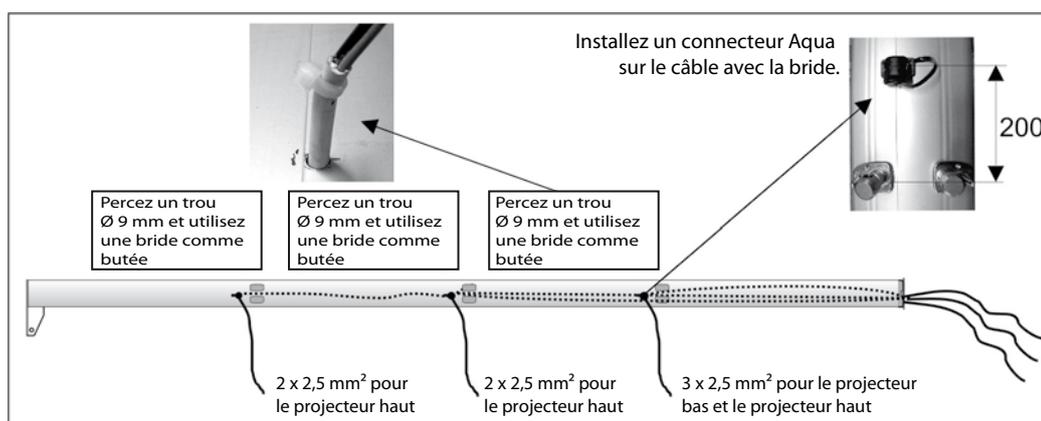

Fig. 2.
5. Passez un messenger dans le conduit de câble depuis le trou supérieur, fixez le câble au messenger et faites-le descendre jusqu'à l'extrémité inférieure du profil de mât. Si vous installez des projecteurs haut et bas, installez un câble à 3 conducteurs au premier étage de barres de flèche, voir Fig. 2.
6. Passez tous les câbles via les sorties de câbles sur les deux côtés du mât, voir Fig. 2.
7. Posez une bride serre-câble à l'extrémité des câbles en guise de butée, voir Fig. 2 et 3.